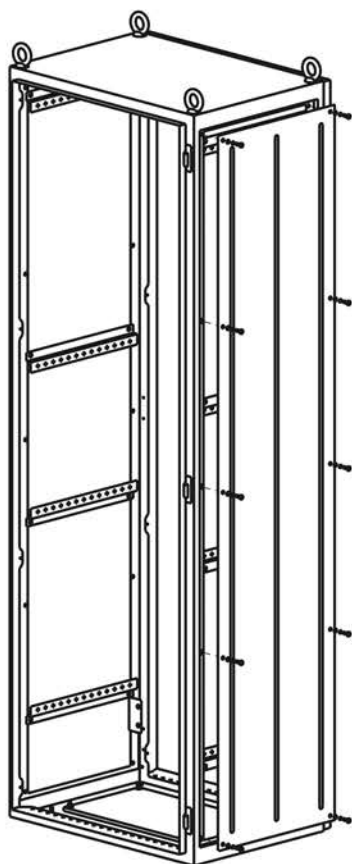

Рисунок 1
4.2.1 Вставьте панель боковую, таким образом, чтоб отгиб боковой панели был направлен в проём каркаса. Совместите отверстия в панели с резьбовыми отверстиями в каркасе корпуса и закрепите десятью винтами М6×16 с плоской и пружинной шайбой (рисунок 1).